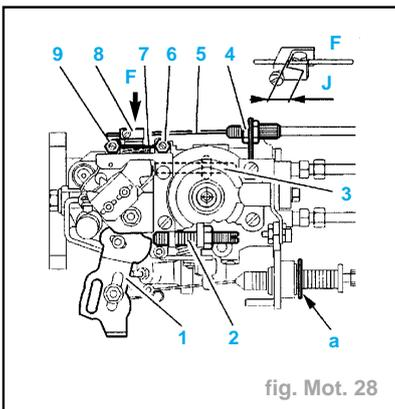

fig. Mot. 28
- **Réglage de la commande d'accélération** (fig. Mot. 28).
- (fig. Mot. 28)
- Desserrer la vis (3) de quelques tours, jusqu'à suppression du contact avec le levier (1).
- Régler le régime de ralenti en agissant sur la vis de réglage du ralenti (6).
- Placer une cale de **1 mm** entre le levier de charge (1) et la vis de réglage du débit résiduel (3).
- Agir sur la vis (3) de réglage du débit résiduel, pour obtenir un régime moteur de **35 ± 15 tr/mn** (par rapport au régime de ralenti).
- Amener le levier (7) en contact avec la vis (9).
- Agir sur la vis (9) pour obtenir le régime de ralenti accéléré.
- Desserrer le contre-écrou (4) (fig. Mot. 28).
(fig. Mot. 28)
(fig. Mot. 28).